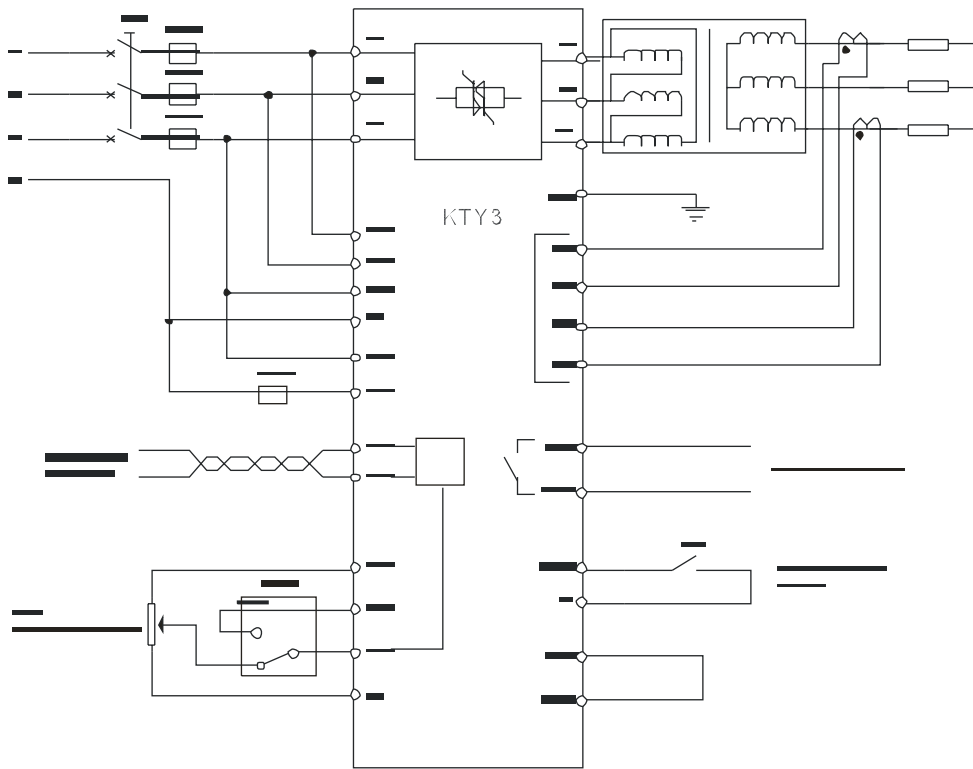

图 4-3 KTY3 应用于低电压、大电流负载的电流闭环控制
- 图 4-3 中电流反馈取自变压器的二次侧，此方法可精确恒定负载电流。由于标准配置的恒流型调压器在出厂时电流反馈信号取自调压器输出端(相当于图中变压器一次侧),如要按图 4-3 的方式接线，可在订货时提出或在使用时向我们联系。